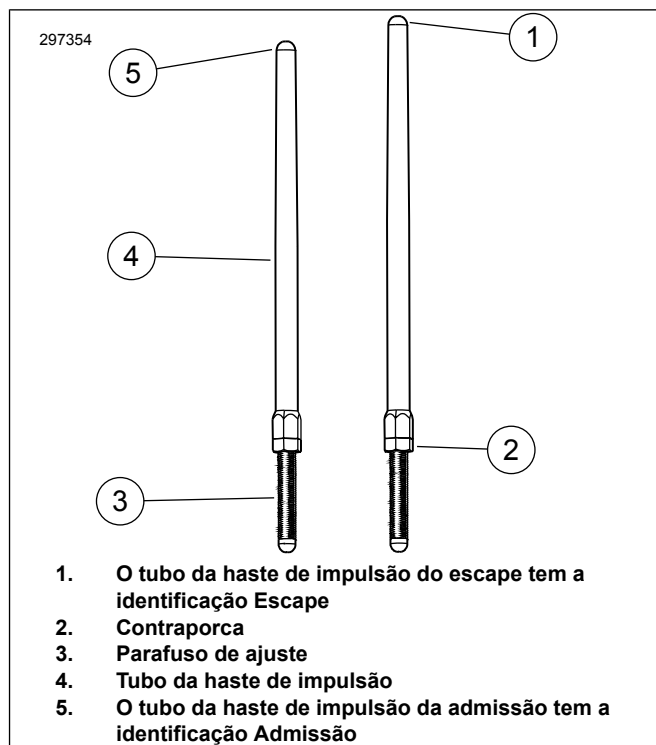

Figura 1. Haste de impulsão ajustável
6. Ver a Figura 1. Desaperte a contraporca em todas as hastes de impulsão e ajuste-as com o comprimento mais curto.